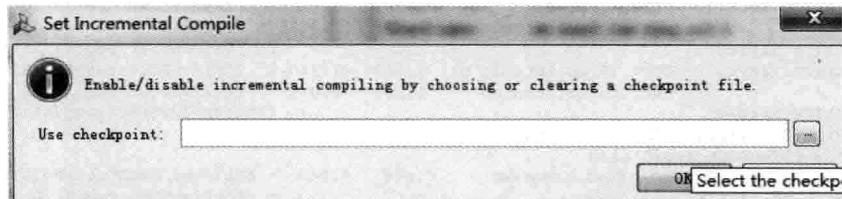

图 8.4 设置检查点入口
- (2) 如图 8.4 所示,出现 Set Incremental Compile 对话框界面。在该界面中,设置参考设计的检查点。
(3) 单击 OK 按钮。